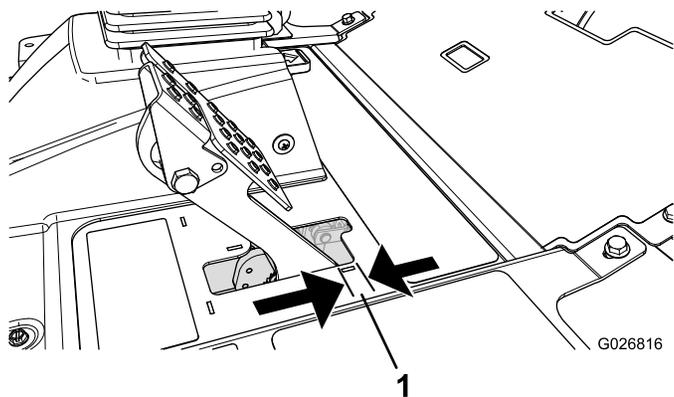

图63
当刹车踏板的自由行程（图63）超过 2.5cm 时，或需要施加更大保持力时，应调节刹车。自由行程是您感到刹车阻力之前，刹车踏板移动的距离。
2. 紧固后螺母，向后移动拉线，直到刹车踏板的自由行程（图63）达到 0.63~12.7mm，然后锁定车轮。